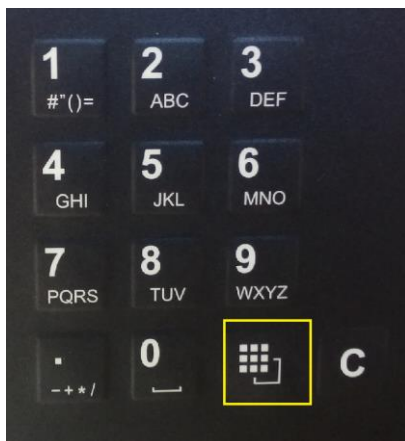

Figura 3. Botón para cambiar el modo de introducción de texto.
- La clave se introduce con el teclado de la derecha. El teclado tiene 3 modos: mayúsculas, minúsculas y números. El modo se cambia presionando el botón con el dibujo del menú (ver figura 3). El indicador de modo de texto cambia de 'ABC...' a 'abc...' y a '123...'. La clave está formada por números y letras SIEMPRE MAYÚSCULAS. Si se introduce mal la contraseña, se pulsa 'Cancel' (la tecla con la C), para borrar el número incorrecto y volverlo a escribir.